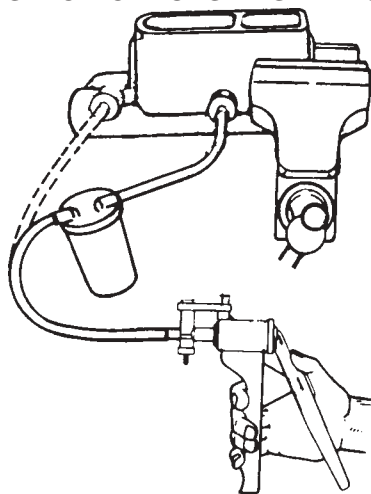

FIGURE 16 : Purge à l'établi
- 3) Enlevez un bouchon du maître cylindre et branchez le bon adaptateur dans cet orifice de sortie du maître-cylindre. Branchez le flexible de la pompe au réservoir et le flexible du réservoir à l'adaptateur (FIGURE 16).